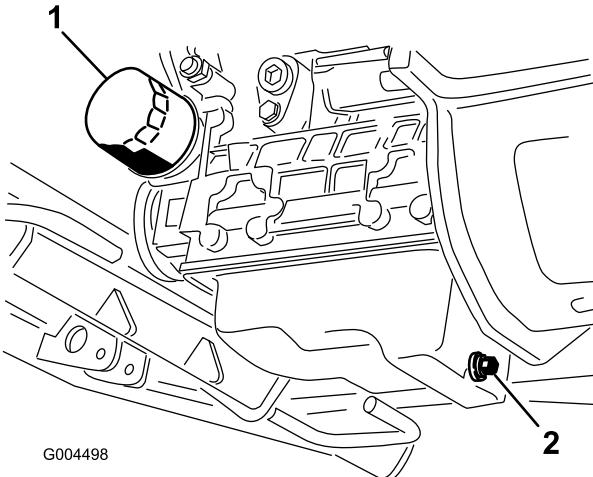

Bild 41
3. Stellen Sie eine Auffangwanne unter die Ölwanne und richten Sie sie mit der Ablassschraube aus (Bild 41).
6. Entfernen und wechseln Sie den Ölfilter aus (Bild 41).